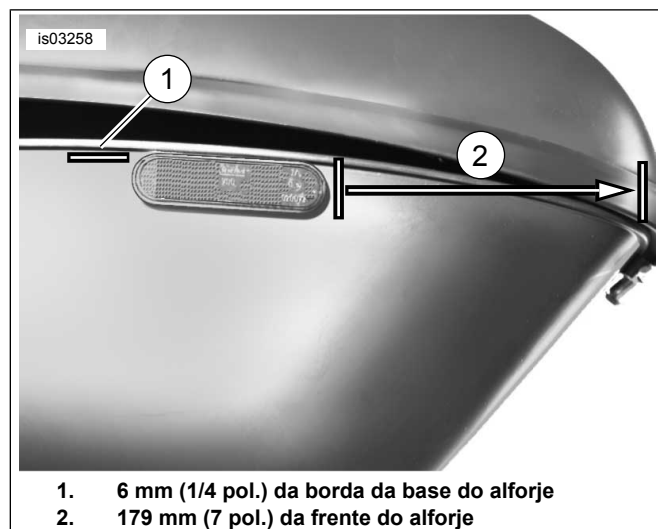

Figura 16. Instalação do refletor no alforje
1. Veja a Figura 16. Posicione o refletor a aproximadamente 179 mm (7 pol.) da frente do alforje e 6 mm (1/4 pol.) da borda da base do alforje.